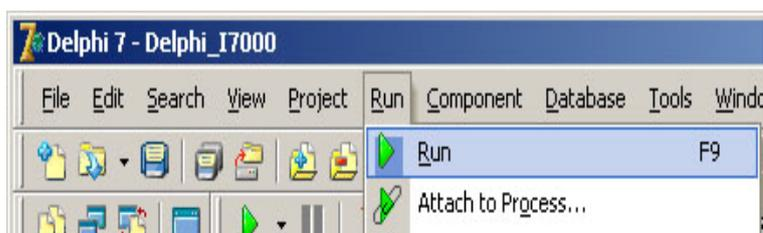

Рис. 57. Запуск приложения
10. Приложение, позволяющее управлять модулями, создано. Для его компиляции и запуска необходимо выбрать пункт меню «Run/Run F9» или нажать горячую клавишу F9 (рис. 57). Проверим работоспособность программы для устройства I-7080, имеющего адрес 02 и подключенного к COM-порту №4, настроенного на скорость 9600 бит/с.